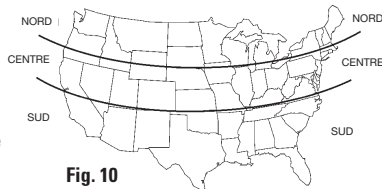

Fig. 10
9. Appuyer sur + pour sélectionner la zone qui convient. Voir Fig. 10.